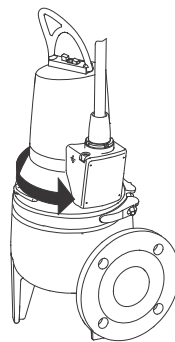

Fig. 11 Direzione di reazione
3. Se installata correttamente, il corpo pompa tenderà a ruotare nella direzione opposta a quella di rotazione. Vedi fig. 11.